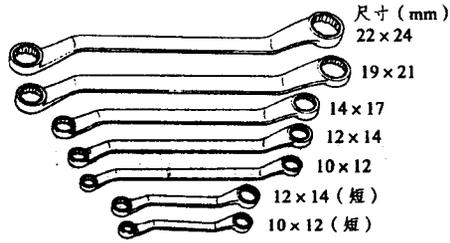
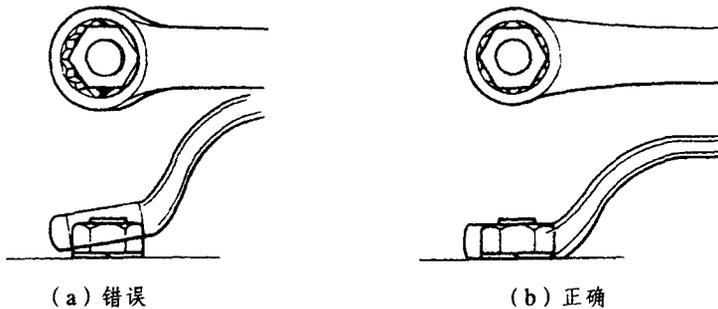

图 1-2 梅花扳手
图 1-20 梅花扳手的操作
- (2) 梅花扳手, 如图 1-2 所示。
④ 不能将另一工具放在开口扳手的开口端使其加长，也不能用榔头打击扳手来提供更大的力量。如果必须使用更大的力去松开或拧紧螺母或螺栓，应改用梅花扳手或套筒扳手。
(2) 梅花扳手的正确使用。梅花扳手用于松开或拧紧螺栓和螺母。与开口扳手不同，梅花扳手在 6 个面上同时贴紧螺母和螺栓，当需要大的拧紧或松开时，更牢固而不易滑落。使用时必须注意以下几点：
① 梅花扳手工作起来比开口扳手慢，有可能的话，只在最初和最后使用梅花扳手来转动。
② 选用尺寸合适的梅花扳手（尺寸规格见图 1-2），使用时须与螺栓或螺母的周边完全贴合，并确认扳手端部与螺母或螺栓头部呈平行，勿用榔头敲击扳手，如图 1-20 所示。